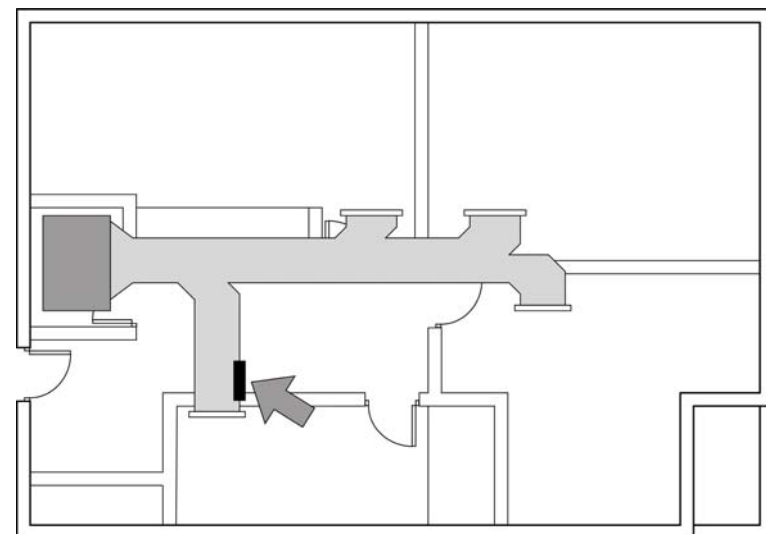

Fig. 7
- 4) En caso de, una vez realizados todos los ajustes pertinentes y quede una zona con velocidad de impulsión por encima del rango, se recomienda la utilización de una compuerta de seguridad para aliviar dicha velocidad. Este habrá de instalarse en las salidas con mayor velocidad de impulsión (Ver Fig. 7).
- 5) In case of having adjustment finished, there remains an outlet that is not within the acceptable airflow speed range, the usage of a Security Bypass Damper is required. It should be installed on this outlet (See Fig. 7).
- 5) Dans le cas où, une fois tous les réglages effectués, la vitesse de soufflage d'une zone reste supérieure à la limite préconisée, il est recommandé d'utiliser un registre de sécurité pour diminuer cette vitesse. Celui-ci devra s'installer au niveau des bouches présentant les vitesses de soufflage les plus élevées (Voir Fig. 7).
- 5) Nel caso in cui, una volta realizzata l'equilibratura sussista una zona con velocità in uscita troppo elevate, si raccomanda l'installazione di una serranda di sovrappressione (Vedere Fig. 7).